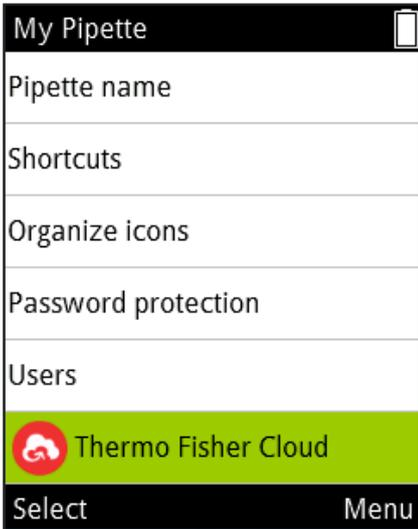

图 D56.
2. 选择 Thermo Fisher Cloud 并按下  (Select (选择)) (图 D56)。